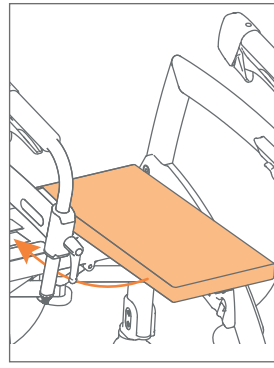

Figura 9: Retire el cojín y colócalo en el asiento
- Retire el cojín y colócalo en el asiento (**Figura 9**).